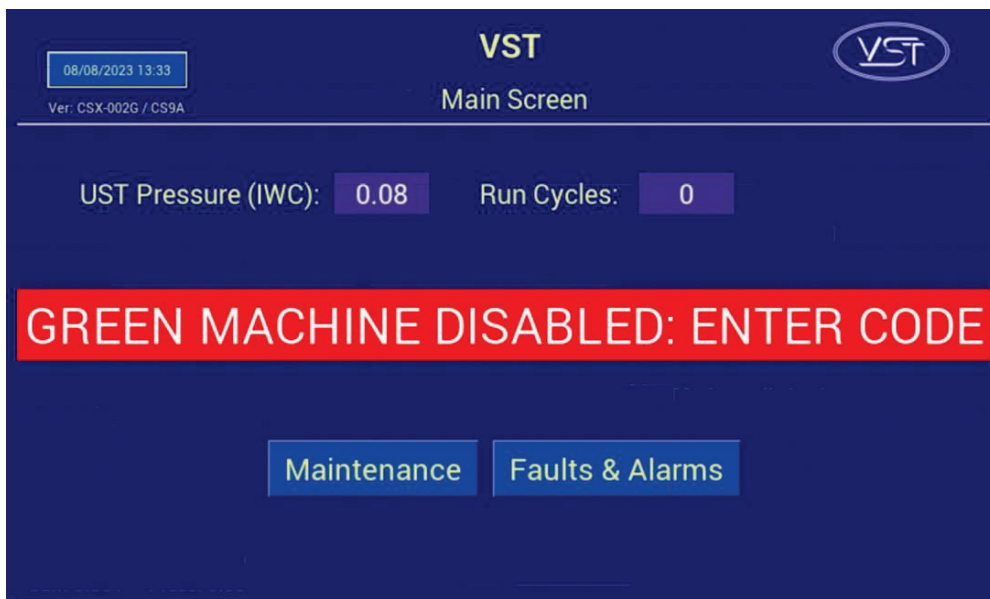

Figura 6-1 Pantalla principal con mensaje deshabilitado
Cuando se enciende el panel de control de VST, la pantalla principal aparecerá en el PLC con la etiqueta **GREEN MACHINE DISABLED: ENTER CODE**. Vea la **Figura 6-1**. El proceso de inicio se puede completar con la GREEN MACHINE desactivada. El código del panel de control de VST se debe ingresar antes de que la GREEN MACHINE comience a funcionar. El código será provisto al contratista de arranque por correo electrónico una vez que se presente el Apéndice B en línea.
5.	En la pantalla principal del PLC, presione el botón de la pantalla de mantenimiento para acceder a la pantalla de contraseña. Vea la Figura 6-1.